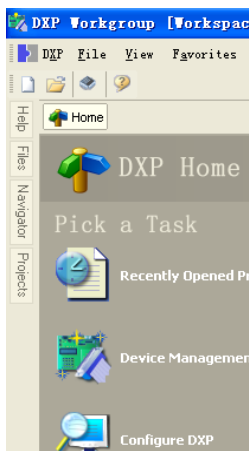

图 1-18 隐藏状态
(1) 自动隐藏显示。如图 1-18 所示，【Help】、【Files】、【Navigator】、【Projects】面板处于自动隐藏状态。